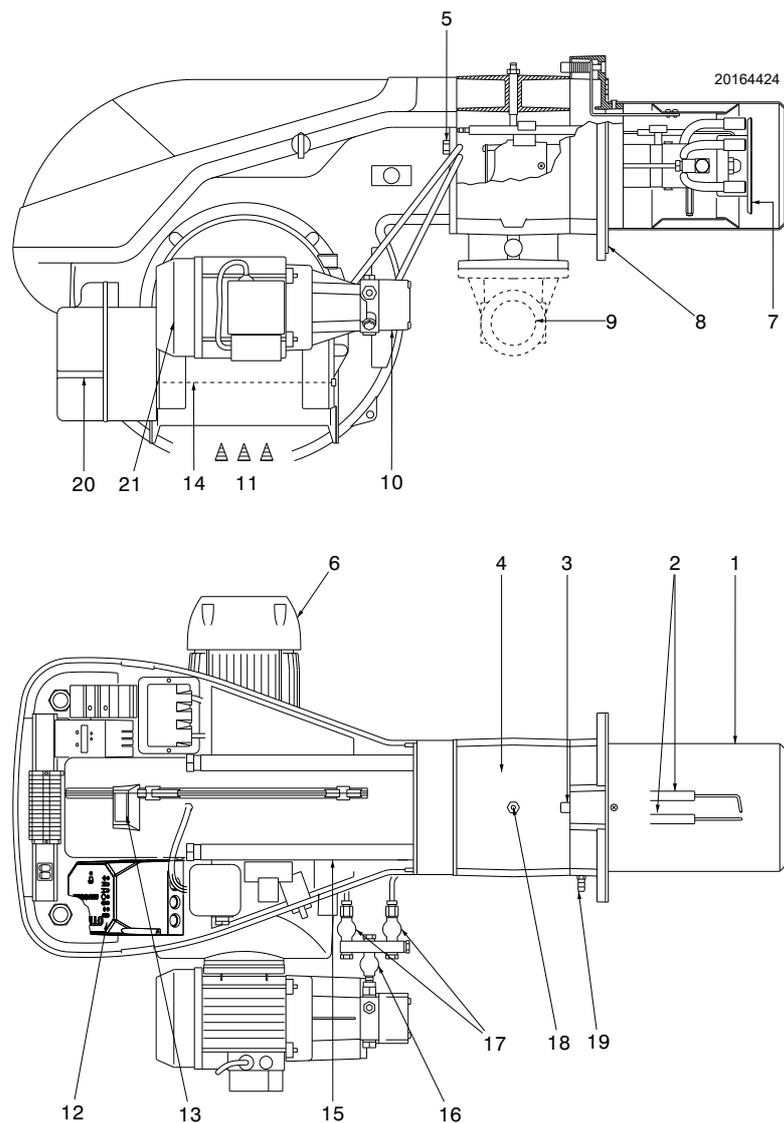

Fig. 4
- (1) Conditions de référence : Température ambiante 20° C - Température du gaz 15° C - Pression barométrique 1 013 mbar - Altitude 0 m s.n.m.
(2) Pression à la prise 18)(Fig. 4 à la page 12) avec pression zéro dans la chambre de combustion et à la puissance maximale du brûleur.
(3) Pression sonore mesurée dans le laboratoire de combustion du constructeur, avec le brûleur fonctionnant sur la chaudière d'essai, à la puissance maximale. La Puissance sonore est mesurée selon la méthode « Free Field », prévue par la Norme EN 15036 et la classe de précision « Accuracy » : Category 3 », comme décrit par la Norme EN ISO 3746.
(4) Embout : court-long
l'allumage du bouton de la boîte de contrôle 12)(Fig. 4) signale que le brûleur s'est bloqué.